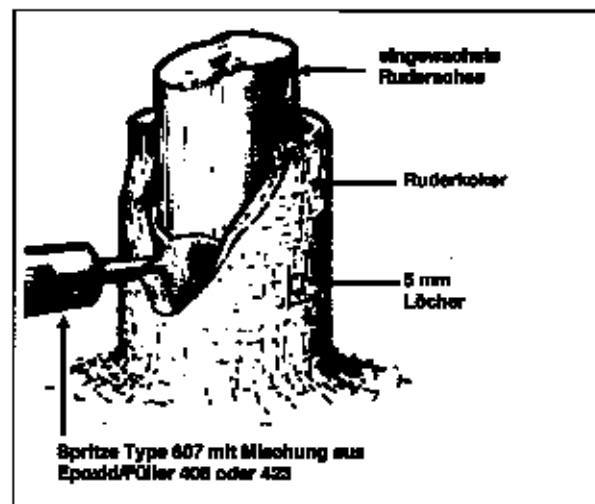

Abb. 7-9 Spritzen Sie ausreichend Epoxid mit Füller 406 oder 423 in die 5 mm großen Löcher, um den Hohlraum um die Ruderachse auszufüllen.
2. Die Ruderlager werden nun mit Lösungsmittel von Fett- und Ölspuren gereinigt und anschließend mit einem groben Sandpapier aufgeraut. In Höhe der beiden Lager werden dann jeweils 3 Löcher von 5 mm Durchmesser durch den Ruderkoker gebohrt (Abb. 7-9). Durch diese Öffnungen kann das angedickte Epoxidharz eingespritzt werden, um neue Lagerflächen herzustellen. Dazu wird eine 807 Spritze soweit abgeschnitten, daß die Tülle fest in die Bohrlöcher paßt. Dadurch erreicht man, daß die Epoxidmischung unter Druck in den Hohlraum zwischen Ruderschaft und Lager eingespritzt werden kann.